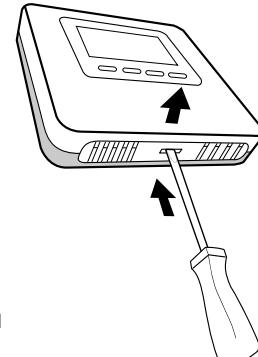

Rys. 10
- Zamontować, w razie potrzeby, płytę wspornikową skrzynki elektrycznej, dostarczoną w zestawie (Rys. 10).
Włożyć do komory 2 baterie, wkładając je zgodnie z kierunkiem wskazanym na urządzeniu. Po zakończeniu operacji, ponownie założyć czujnik temperatury pomieszczenia, zakładając najpierw część górną, a potem obracając do dołu i lekko naciskając. Bezprzewodowy czujnik temperatury pomieszczenia monitoruje ciągle poziom naładowania baterii, których żywotność wynosi ok. 2 lat. Gdy baterie zaczynają się rozładowywać, na wyświetlaczu pojawia się symbol „” (Rys. 10).